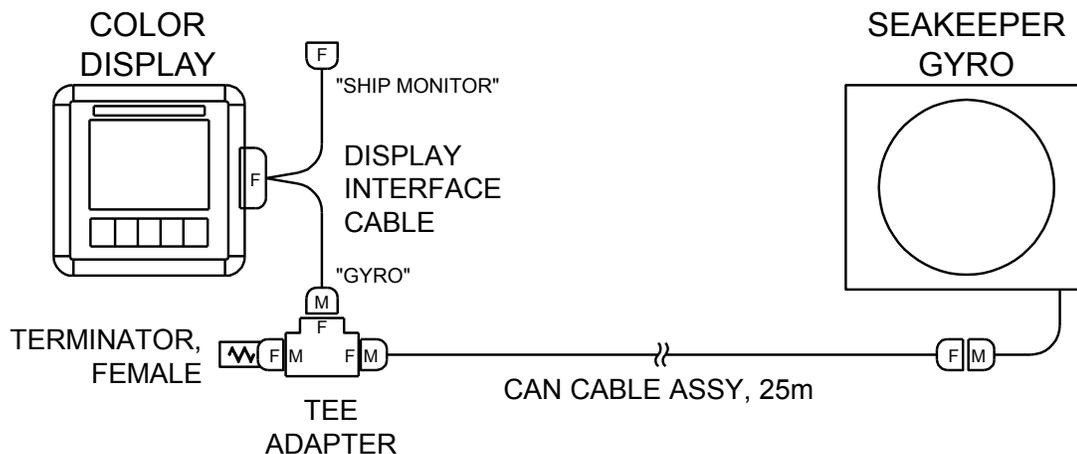

FIGURE 9 – LIEN DE COMMUNICATION EN SÉRIE POUR LE POSTE DE PILOTAGE
- c. La Figure 9 ci-dessous illustre le lien de communication CANbus de l'Écran d'Affichage. Le Bouchon se monte à l'extrémité de l'adaptateur en T du Gyroscopie.